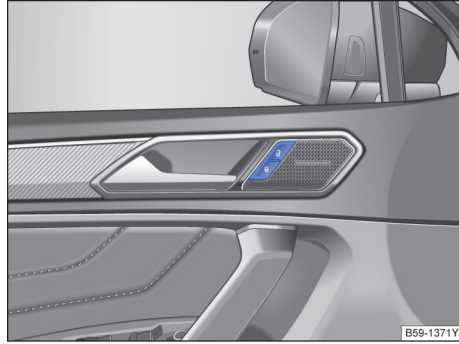

图 51 驾驶员侧车门内：中央门锁按钮
行驶车速超过 15km/h 时汽车自动闭锁→第 32 页。闭锁汽车后中央门锁按钮里的指示灯  以黄色点亮→图 51。
如短时间内反复按压汽车钥匙上的按钮→图 50 或中央门锁某个按钮→图 51，则中央门锁系统将暂时关闭，防止系统过载。然后汽车处于解锁状态约 30 秒钟。在此期间，若未打开车门或行李厢盖，随后汽车将自动闭锁。 <
按压按钮→图 51:
- 按压  按钮→图 51